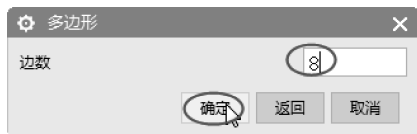

图 5-48 【多边形】对话框
- 02 输入多边形的侧面边数为 8, 单击【确定】按钮, 如图 5-48 所示。